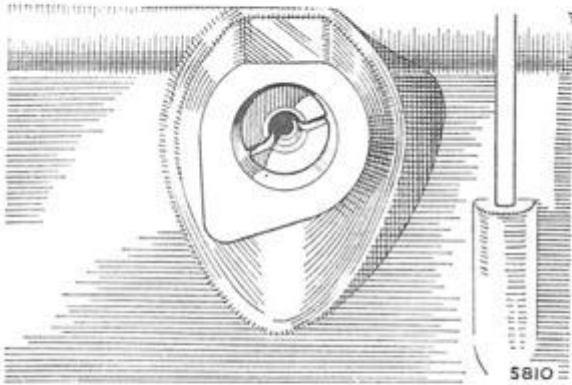

Fig. A.8
- 4) Hold akslen så rillen er i den på fig. A.8 viste stilling med den store flade øverst og sæt hjulet i indgreb. Når tandhjulet går i indgreb med knastakslen, drejer akslen venstre om. Påse at O-ringen (hvis monteret) ikke er beskadiget og monter strømfordelerhuset igen.